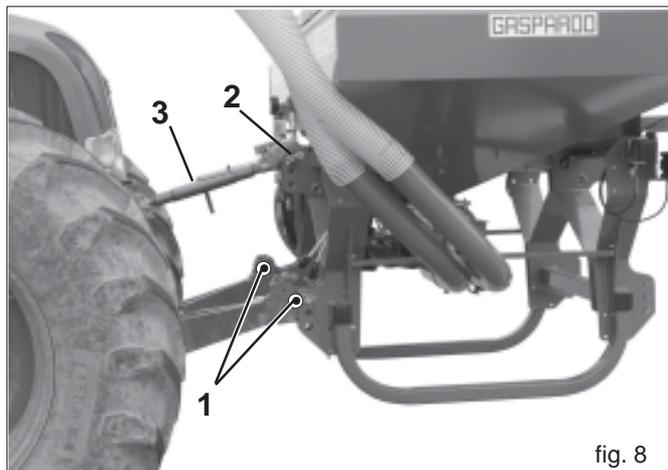

fig. 8
- 1) Die Hubvorrichtungsstangen in die vorhandenen Bolzen einhängen (1 Abb. 8) und mit den Sicherheitsplints blockieren.
- 2) Den oberen dritten Punkt (2 Abb. 8) ankuppeln. Der Stift muß durch seinen Splint blockiert werden; mit der Einstellzugstange (3 Abb. 8) die Sämaschine senkrecht zum Boden ausrichten.
(Abb. 8)